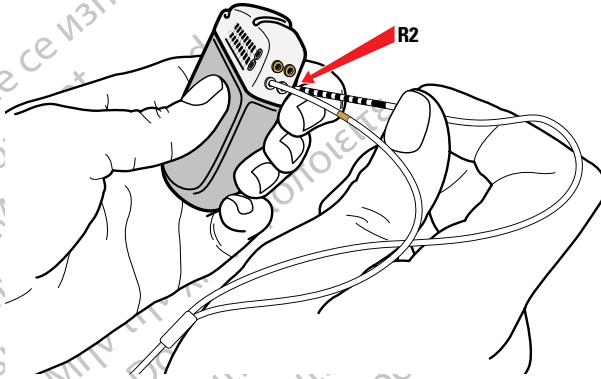

Рисунок 40. Подключение к порту R2 ИГИ
- а. Для разделенного удлинителя отведения (DB-3128): подключите шлейф без полоски маркировки к порту с обозначением R2 (Рисунок 40).